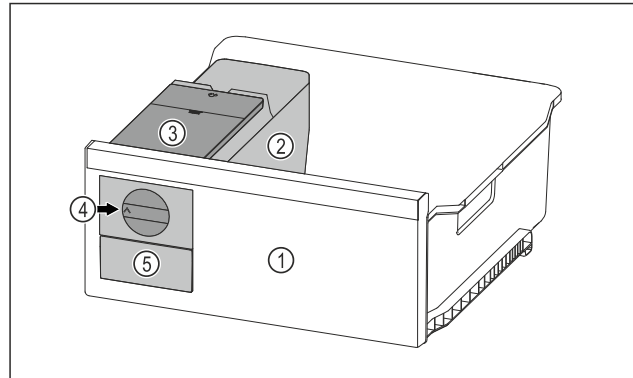

Fig. 155 Voorbeeld
- ▶ Draaiknop Fig. 155 (4) rechtsom tot aan de aanslag draaien.
- ▷ Ijsblokjes vallen uit de ijsblokjeschaal in de ijsblokjeslade Fig. 155 (5).